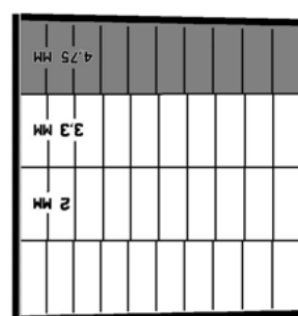

Figure 6.6 - Ex. préparation des résultats
- Fermez le lecteur avec le couvercle et tournez-le de 90° (*figure 6.6*) ;